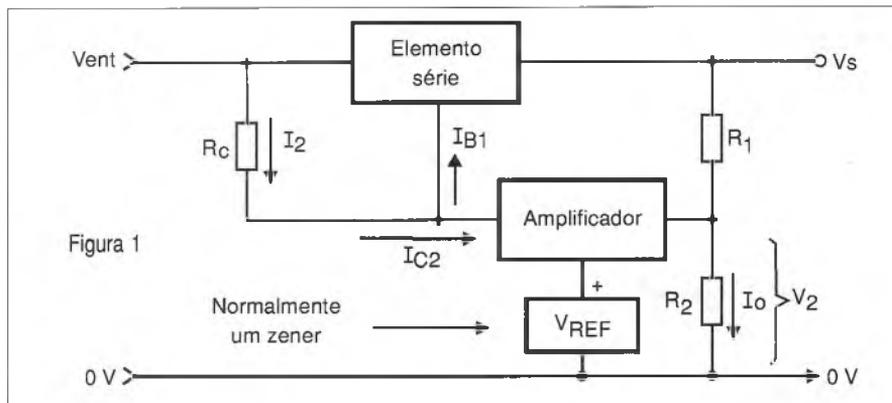

Figura 1
O que propomos ao leitor é o projeto de um estabilizador de tensão do tipo série usando dois transistores e que tem o diagrama de blocos mostrado na figura 1.
**b) Cálculo da tensão  $V_2$**  (que aparece sobre o resistor  $R_2$ ) e portanto na base do transistor  $Q_2$  e cálculo da corrente  $I_2$  que passa pelo resistor  $R_c$  no circuito da figura 1.